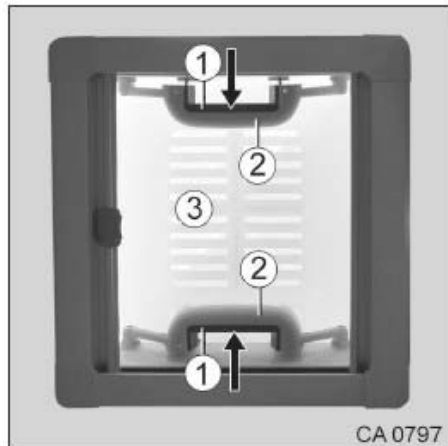

Fig. 75 Lanterneau manipulable à deux mains
1. Comprimer la partie mobile de la poignée (Fig. 75/1) et la partie fixe de la poignée (Fig. 75/2).
2. Pousser simultanément la poignée vers le haut pour amener le lanterneau (Fig. 75/3) sur la position d'ouverture souhaitée.
2. Tirer simultanément sur la poignée vers le bas pour fermer le lanterneau (Fig. 75/3).